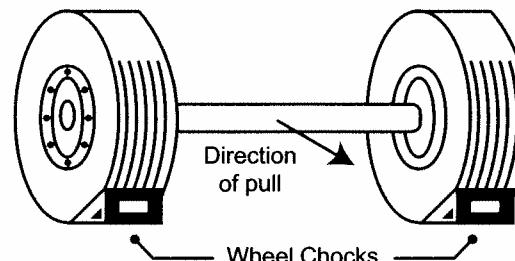
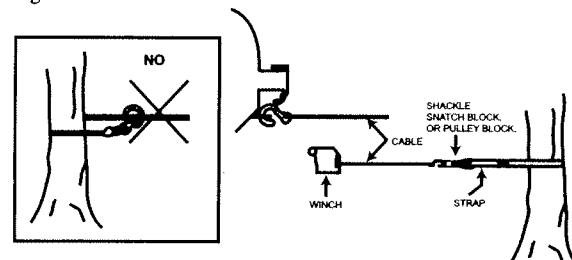

Figure 7
Figure 8
Ce modèle est équipé d'une moufle à poulie et d'un crochet. Cela permet de doubler la capacité du treuil. Il est important d'assembler correctement (voir fig. 8)
1. Schalten Sie das Auto in neutralen Gang (niemals hochwinden, wenn das automatische Getriebe Ihres Autos zum Parken geschaltet ist, da dadurch das Getriebe beschädigt werden kann) mit der Notbremse eingeschaltet. Blockieren Sie die Räder mit Steinen oder Bremsklötzen; siehe Abbildung 7.
2. Zum Ausziehen des Kabels drehen Sie den Kupplungsknauf und die Flügelschrauben auf dem Drahtanordner (wie in Abbildung A) in Gegenuhzeigerrichtung und ziehen Sie danach die benötigte Länge des Kabels aus. Lassen Sie jedoch stets mindestens drei (3) Umlwicklungen um die Trommel, um ein Ausziehen des Kabels zu vermeiden, wenn die Trommel betrieben wird.
3. Haken Sie den zu ziehenden Gegenstand wie abgebildet an. Wickeln Sie das Kabel nicht um die Last und haken Sie es nicht daran. Verwenden Sie stets einen Riemen, um sicherzustellen, daß das Kabel nicht ausgefranst oder geknickt wird (siehe Abbildung 8).
1. Put your car in neutral (never winch with your vehicle's automatic transmission in PARK, this could damage your transmission) with your Emergency Brake on. Block the wheels with rocks or wheel chock as shown in figure 7.
2. To pull out the cable, turn the clutch knob and the wing screws on the wire arranger (as figure A) counter clockwise then pull out the amount of cable you need. Always leave at least three (3) turns of cable on the drum. This will prevent the cable from pulling out of the drum under load.
3. Hook the object to be pulled as shown. Do not wrap the cable around load and hook to it. Always use a strap to insure the cable does not fray or kink. (see figure 8)